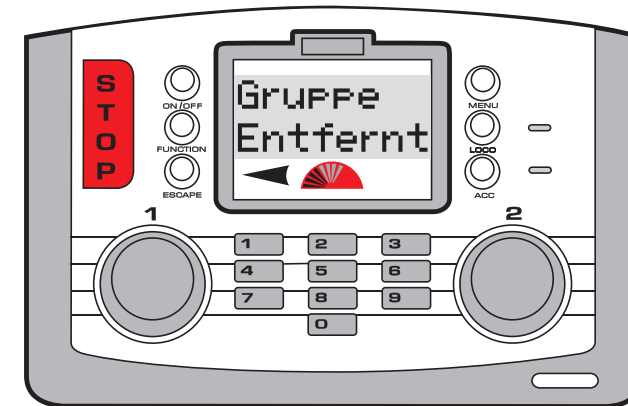

Abb. 1
5. Auf dem Bildschirm erscheint nacheinander „**Auflösen Adr: 10**“, „**Adr: 01**“, „**Adr: 02**“, bevor abschließend „**Gruppe Entfernt**“ erscheint. S. Abb. 1. Bei dem Versuch, einen Verband aufzulösen, der nicht existiert, erscheint „**Kein Mitglied**“ im Display.